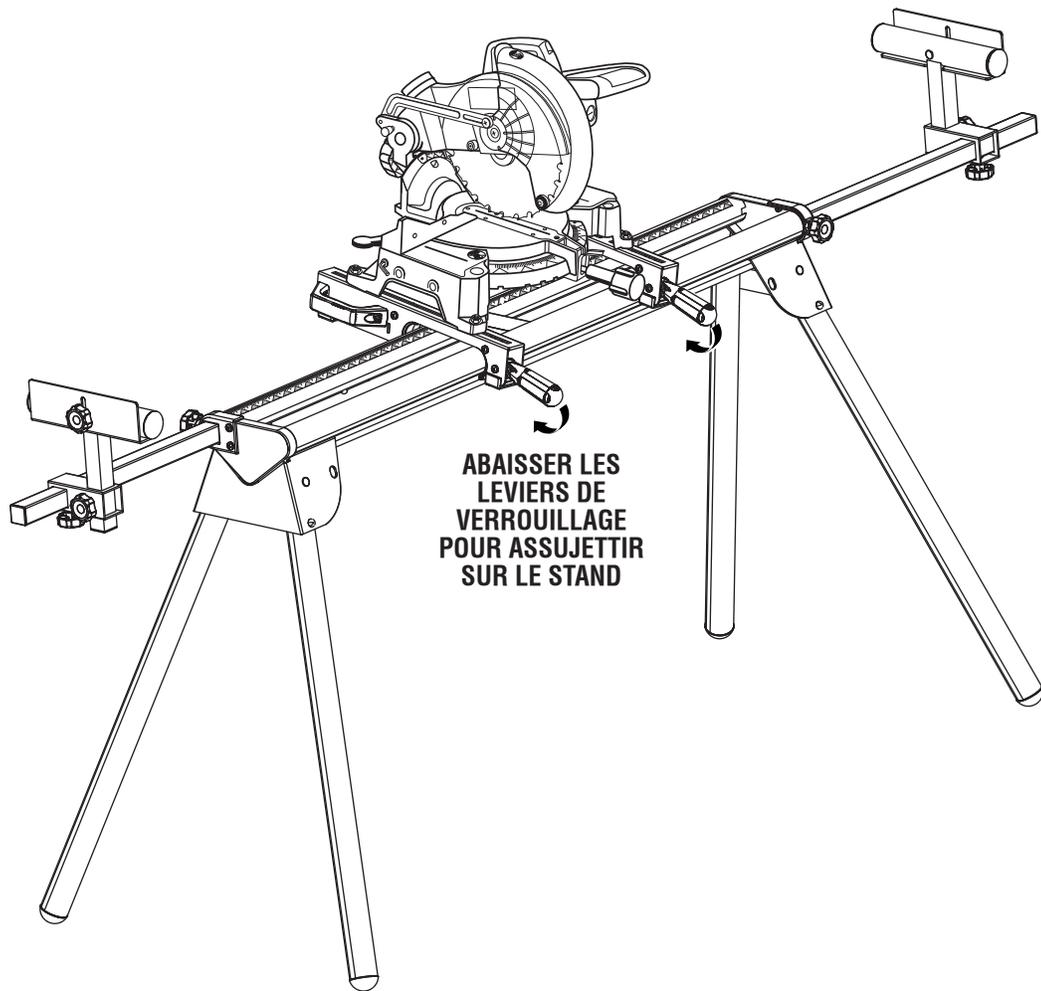

Fig. 9
- Vérifier la position et l'ajuster selon le besoin, pour s'assurer que le poids de la scie est uniformément réparti sur les rails, comme le montre la figure 9.